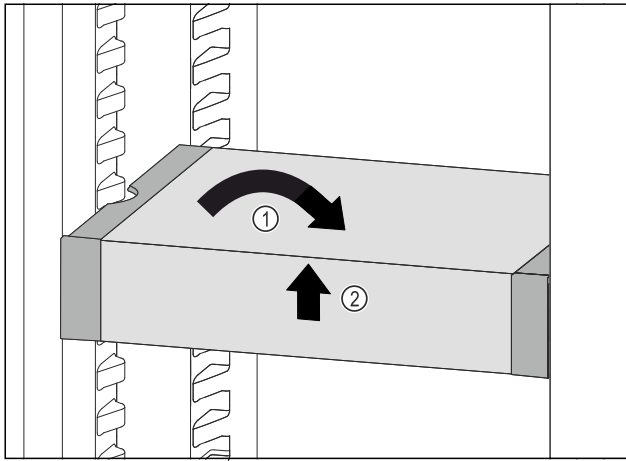

Fig. 179
- ▶ 将 VarioSafe 放平。 Fig. 179 (1)
- ▶ 抬起 VarioSafe 前部。 Fig. 179 (2)